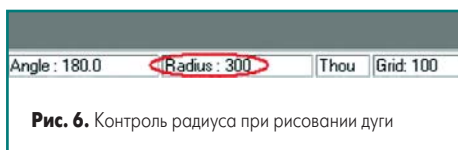

Рис. 6. Контроль радиуса при рисовании дуги
18. Сдвинем указатель мыши вправо, отслеживая радиус рисуемой дуги в строке состояния (рис. 6).